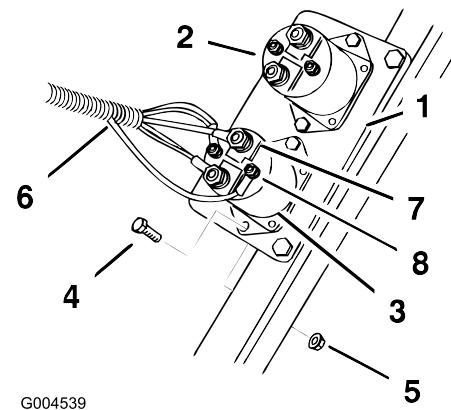

Figure 7
- Posez le solénoïde sur la plaque existante au moyen de deux boulons (n° 10 x 3/4") et deux écrous (n° 10), comme illustré à la Figure 7.